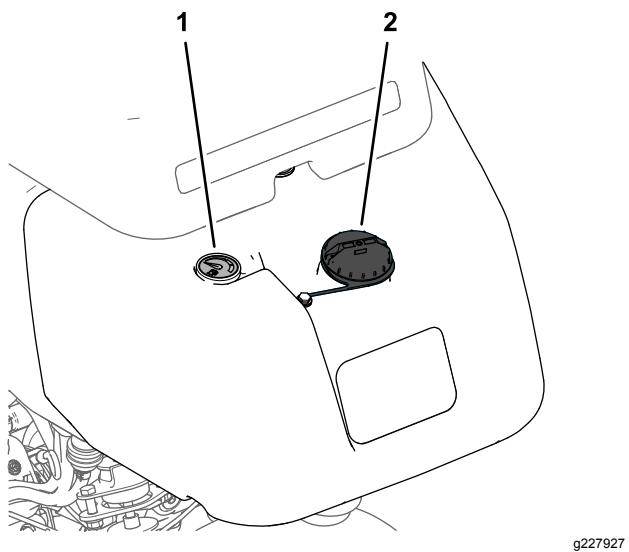

Figura 21
1. Limpie alrededor del tapón de combustible y retírelo (Figura 20 o Figura 21).